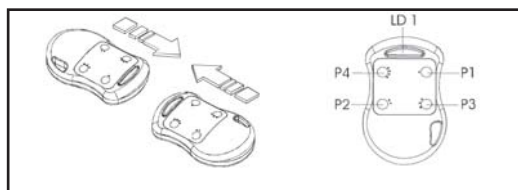

Рис.1
2. Расположите пульте *master TX* напротив кодируемого пульта (*master* или *slave*), как показано на рис. 1.